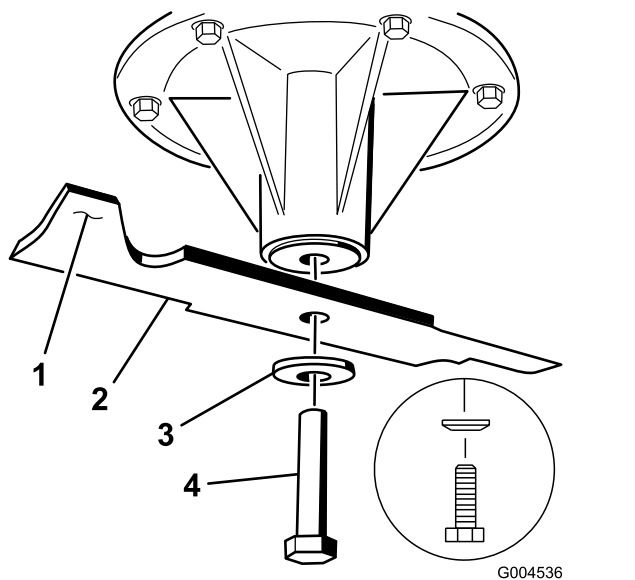

Figure 103
2. Enlevez le boulon, la rondelle bombée et la lame de l'axe (Figure 103).